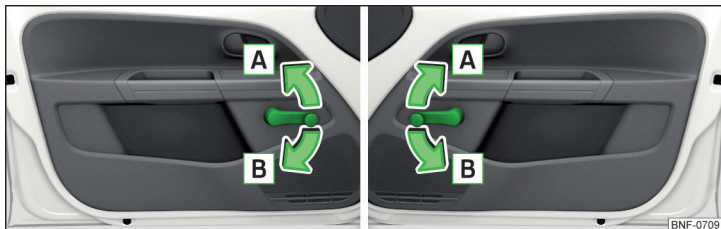

Fig. 32 Rudebetjening: I venstre side / I højre side
- › Drej håndsvinget i pilens retning **A** for at **åbne** » Fig. 32.